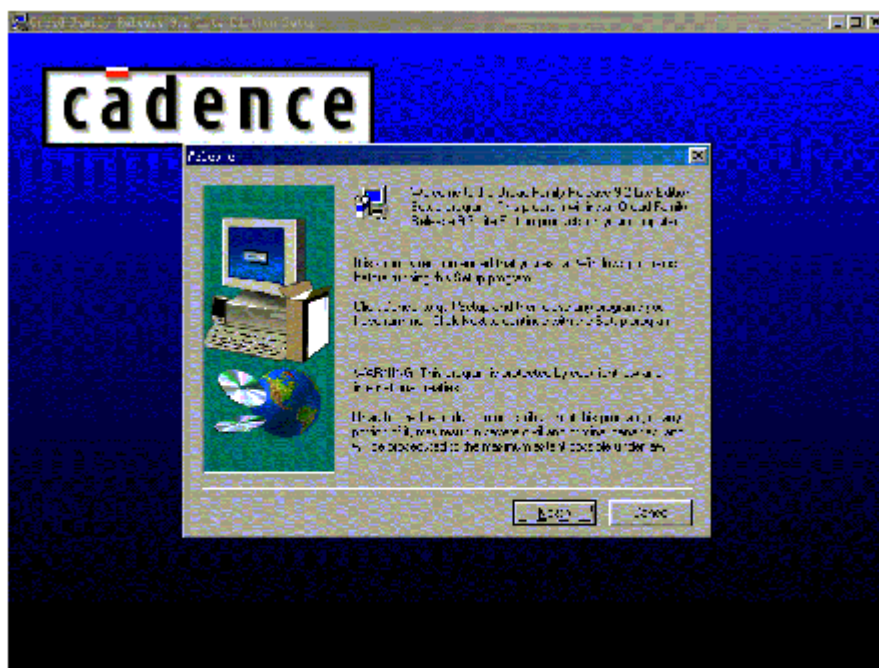

图 9-1 欢迎安装界面
(1) 把Orcad Family Rel光盘插入光驱(设为G驱动器)中,并把显示器设置成为256色(或增强色16位),分辨率 800×600 ,不然看不见程序的整个窗口。
(2) 如果你的光驱支持自动播放功能的话,机器可自行启动其安装程序,或运行光盘主菜单下的Setup.exe文件,出现如图9-1所示的欢迎安装界面。